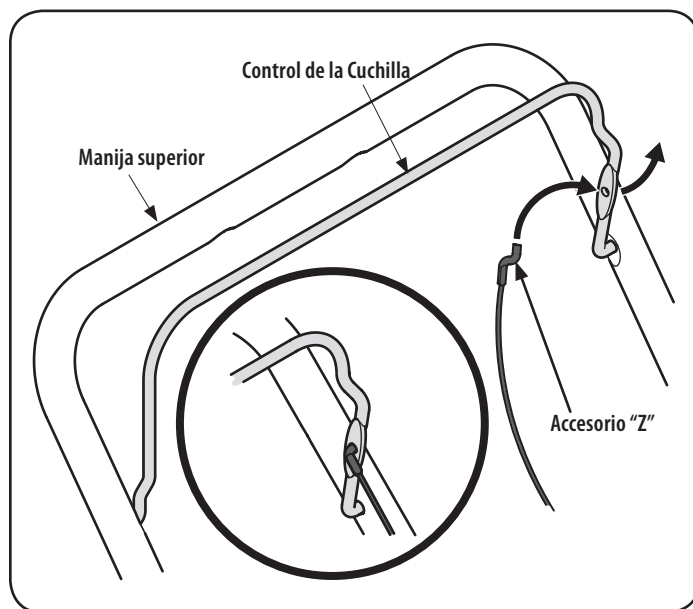

Figura 2
1. Enganche el extremo "Z" del cable de frenado en la manija, desde el exterior hacia el interior. Vea Figura 2.